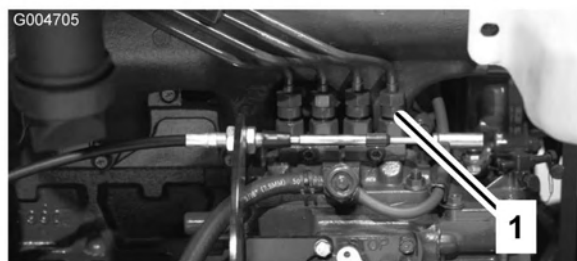

Bild 51
1. Lockern Sie den Leitungsanschluss an der Einspritzdüse Nr. 1 und am Halter an der Einspritzpumpe (Bild 51).